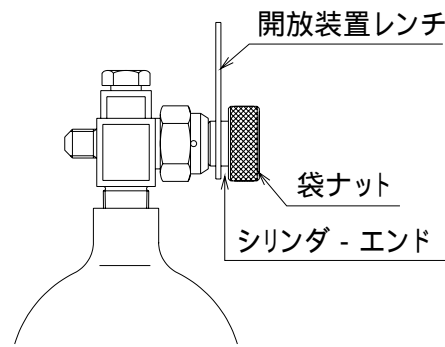

図5 シリンダ - エンドの取付け
6. 容器弁への取付要領(図5～7参照)
- (1)制御ユニットが通常監視状態であること、および安全プラグが回ることを確認する。回らない場合は、3.(2)(a)の手順で、復帰状態を確認する。作動している場合は、制御回路の点検その他を行い、原因を調査すること。
- (2)シリンダ - エンドと袋ナットを本体から取り外す。
- (3)開放装置レンチを使用してシリンダ - エンドを容器弁に締付ける。(図5参照。なお、図は取付方法を示すものであり、設置されている容器・容器弁の形状と異なる場合があります。)